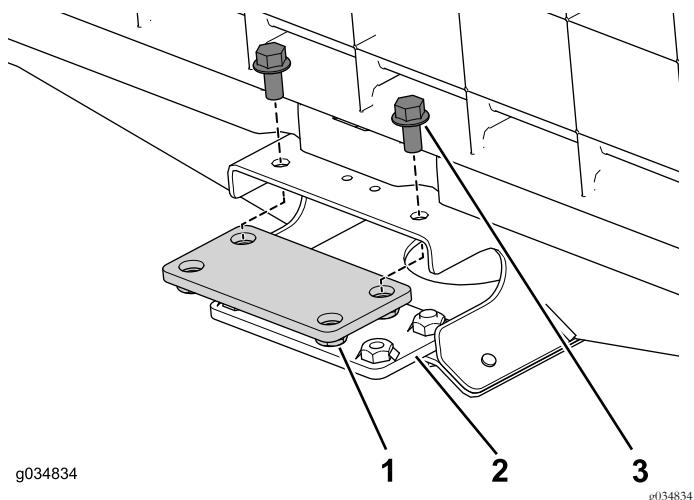

Figure 21
1. Avec les 4 boulons à embase (3/8" x 3 3/4"), fixez légèrement les plaques de raccordement supérieure et inférieure au profilé central de la section avant (Figure 21).